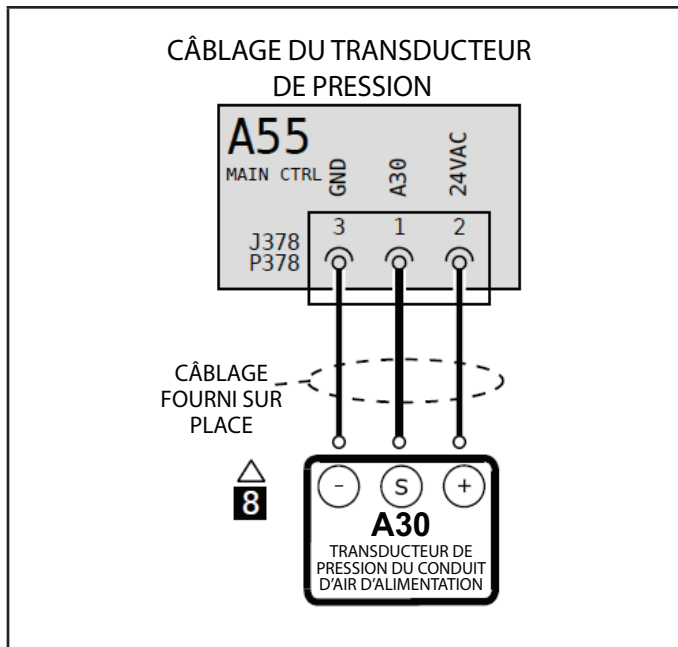

FIGURE 38
- 2 - Deux paires torsadées de câbles blindés doivent être utilisées pour connecter le transducteur de pression. Voir FIGURE 38.